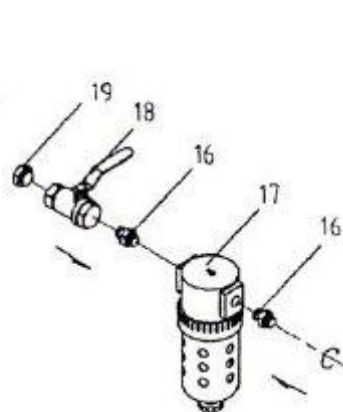

Figura 2
2. Fare riferimento alla Figura 2 per installare la trappola dell'aria (17). Ci sono due connettori (16) su entrambi i lati del filtro. Una valvola di alimentazione dell'aria (18) deve essere montata su un connettore. Un'estremità della valvola dell'aria (18) deve essere collegata al connettore (16) e l'altra estremità al connettore femmina-maschio (19). Quando la sabbiatrice è pronta per l'uso, la linea dell'aria proveniente dal compressore deve essere collegata all'attacco femmina-maschio (19).